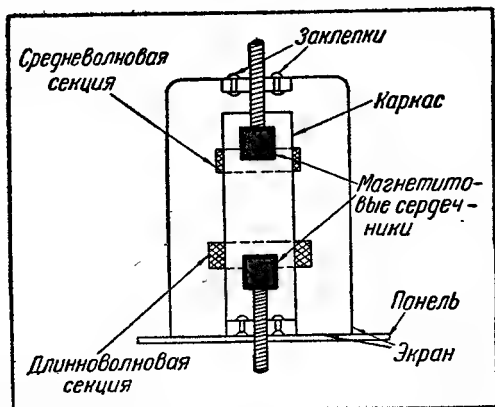

Рис. 2. Схематический разрез контурных катушек, показывающий способ крепления магнитовых сердечников
Регулировка магнитовых сердечников (PM) производится специальными винтами, выпущенными в крышке и донышке экрана катушек (рис. 2).
Способ крепления магнетитового сердечника показан из рис. 2.